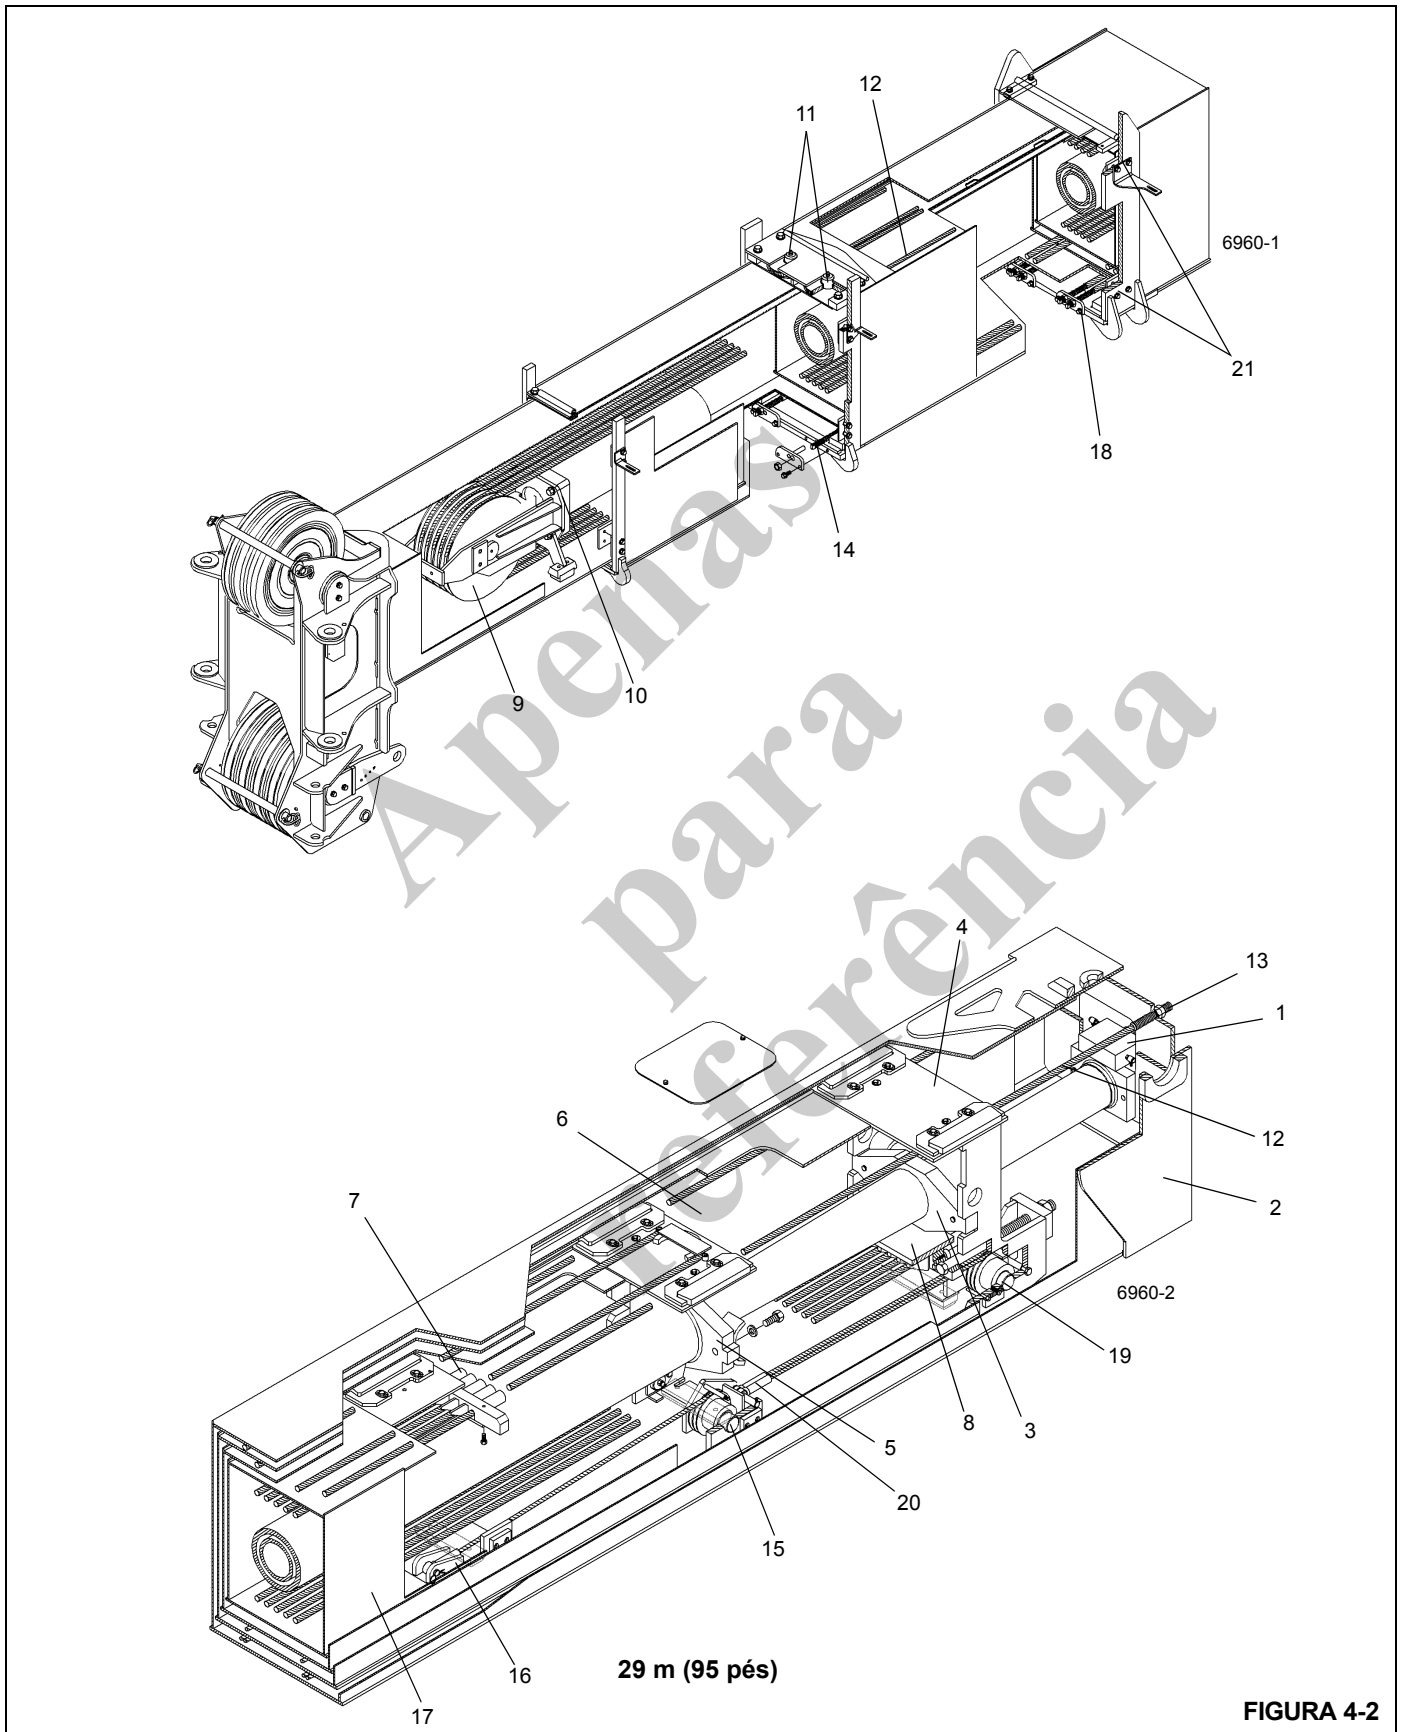

FIGURA 4-2
2. Remova os parafusos, as arruelas e as arruelas de deslocamento (1) Figura 4-2 que fixam as placas de desgaste ajustáveis superiores traseiras e remova as placas de desgaste, as placas de retenção e os parafusos da parte superior da seção intermediária interna. Observe e anote a localização das placas de desgaste e dos calços para a instalação.